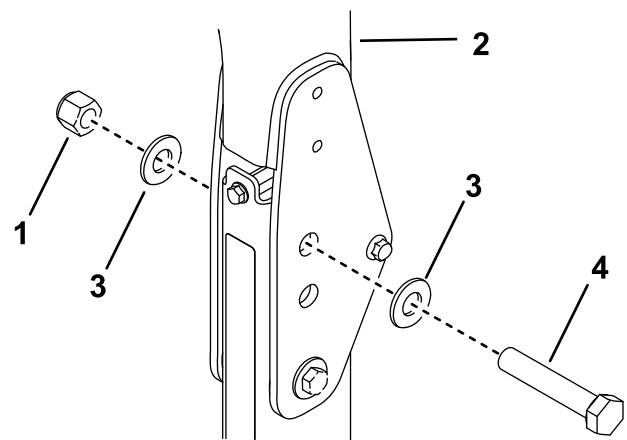

Figura 37
- Insira uma anilha (13/16 pol. x 1½ pol.) em cada parafuso (¾ pol. x 4 pol.), como se mostra na Figura 37.
- Nos furos de onde removeu os pinos, instale os parafusos e as anilhas (Figura 37).
- Instale outra anilha em cada parafuso e prenda com porcas de ¾ pol. como se mostra na Figura 37.